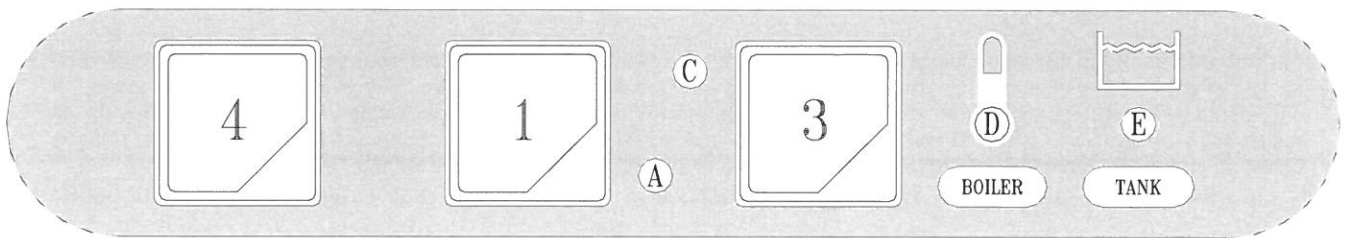

Рис. 3-2
- После завершения впуска воды откройте дверцу (I) и добавьте моющее средство (около 2 г на литр объема бака). Выставьте положение полной корзины (L) и закройте дверцу (I). Выберите с помощью кнопки (4) необходимый цикл мытья: короткий цикл (кнопку нажать) – длинный цикл (кнопку не нажимать). Далее нажмите кнопку ПУСК (3) (держат нажатой по меньшей мере 2 секунды), чтобы запустить цикл мытья, — загорится индикатор (C). После завершения цикла индикатор погаснет. Чтобы выключить машину, поверните выключатель (1) в положение 0. Индикатор (A) покажет, что машина выключена (Рис. 3-2+3-3).
**ПРИМЕЧАНИЕ:** Рекомендуется начинать рабочий цикл, когда погаснет предупреждающий индикатор бойлера (D), как указано в пункте 3.2 - Ежедневный запуск.
- When the water intake cycle is complete, open the door (I) and add detergent (about 2 g. per litre of tank capacity). Position the full basket (L) and close the door (I). Select the appropriate washing cycle by pressing button (4) short cycle ( button pressed ) ÷ long cycle ( button not pressed ). Now press the START button (3) (at least for 2 seconds) and the wash cycle displayed by light (C) will start. When the cycle is over, this light goes out. To turn off the appliance, turn the switch (1) to (0). Light (A) indicates the appliance is off (Fig.3-2+3-3).
**N.B.:** It is recommended to start the wash cycle when both light of the heating elements, boiler (D) and tub (E) are off, as indicated at point 3.1 Start up.
- Nach erfolgter Füllung die Tür (I) öffnen und das Spülmittel einfüllen (ca. 2g/l Fassungsvermögen des Spülbehälters). Den gefüllten Geschirrkorb (L) einsetzen und die Tür (I) schließen. Das Programm durch Drücken des Druckknopfes (4) wählen kurzer Spülgang ( Taste gedrückt ) ÷ langer Spülgang ( Taste losgelassen ). Nun die START-Taste (3) mindestens 2 Sekunden lang drücken, und das Spülprogramm beginnt, die Kontrolllampe (C) leuchtet auf und am Programmende erlischt die Kontrolllampe. Um das Gerät auszuschalten, muß der Schalter (1) auf die Position (0) gestellt werden, die Kontrolllampe (A) erlischt. (Bild.3-2+3-4).
**N.B.:** Es wird empfohlen, den Arbeitszyklus erst zu starten, wenn die Kontrolllampen der Heizelemente Boiler (D) und Bottich (E) erlöschen, wie in Punkt 3.1 Inbetriebnahme angezeigt.